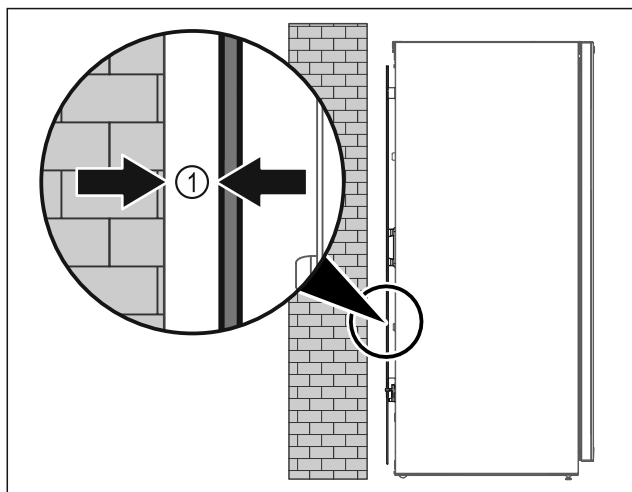

Fig. 9
- ▶ Állítsa fel a készüléket szabadon a helyiségben, vagy közvetlenül a fal mellé legalább 5 mm Fig. 9 (1) minimális távolságban.